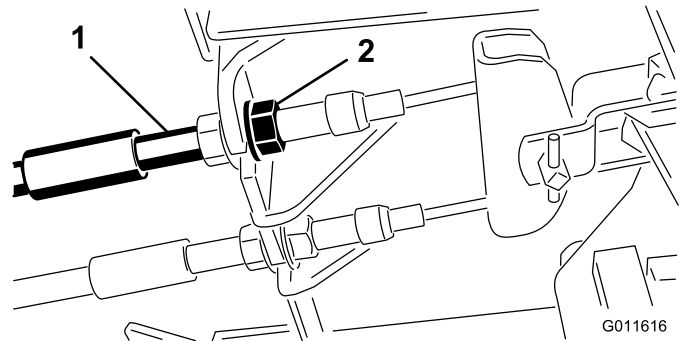

Figura 44
1. Per ridurre il gioco dei pedali del freno, stringete i freno allentando il dado anteriore sull'estremità filettata del cavo del freno (Figura 44).